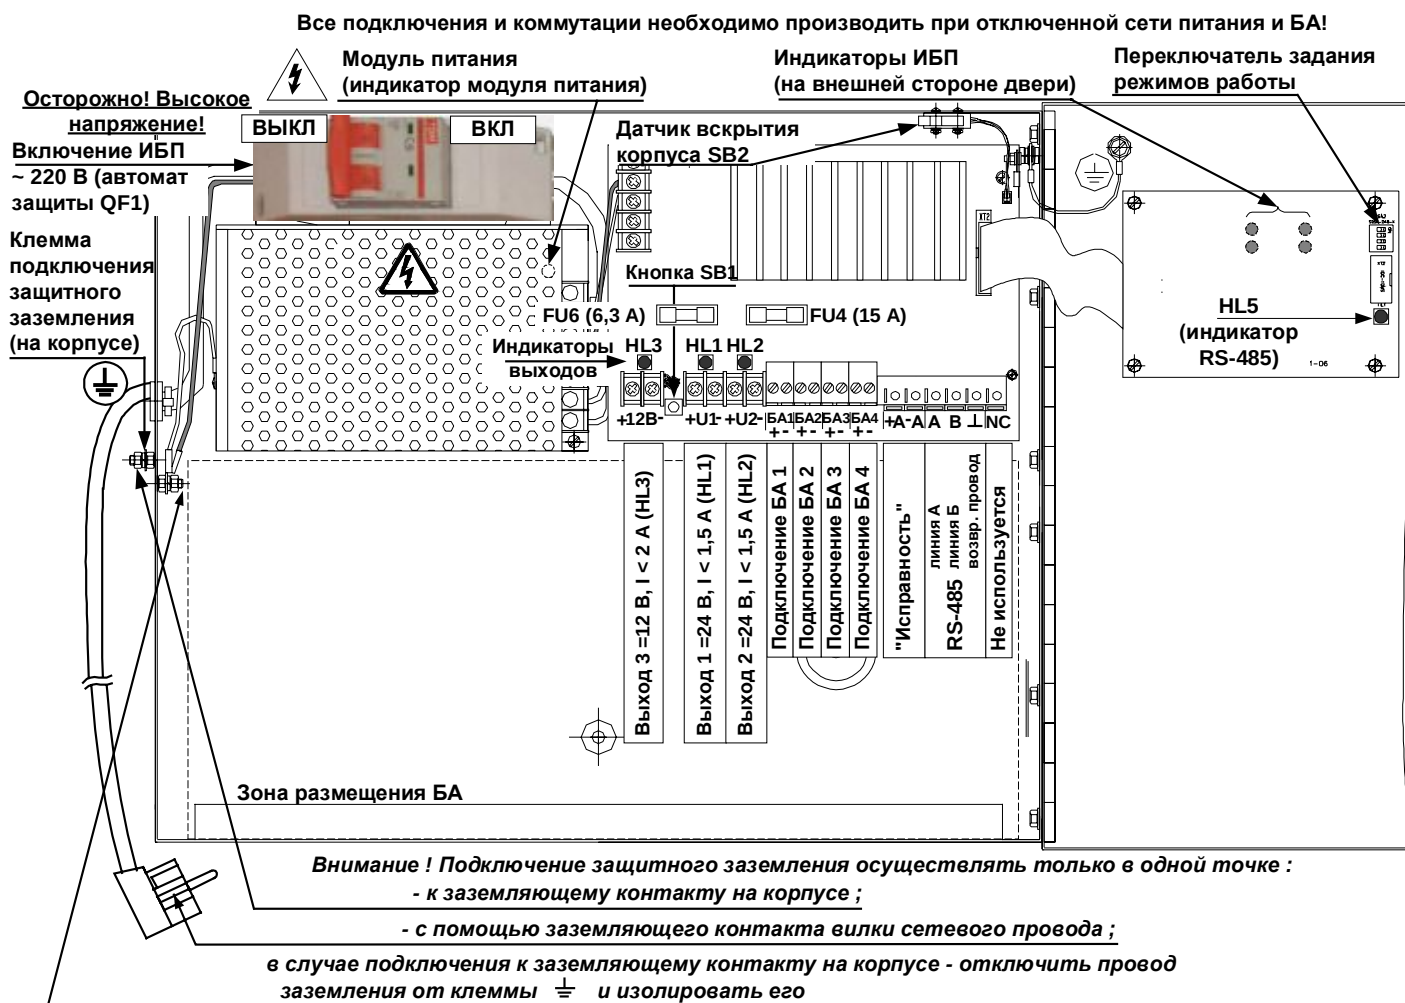

Рис. 2 Внешний вид ИБП-1224 исп. 1 с открытой дверью (подключение)
Внешний вид ИБП-1224 исп. 1 с открытой дверью представлен на Рис. 2, а ИБП-1224 исп. 2 на Рис. 3. Корпус блока имеет вентиляционные отверстия для отвода тепла. Включение ИБП осуществляется тумблером автомата защиты «Сеть 220 В». На боковых поверхностях корпуса имеются отверстия, через одно из которых пропускается кабель подключения сети «220 В», а через другие – провода линий выходного напряжения и контроля за состоя-
нием БА. Провода подключаются к клеммам присоединительной колодки в соответствии со схемой подключения (Рис. 2 для исп. 1 или Рис. 3 для исп. 2).
Слева на боковой поверхности корпуса расположен винт для подключения защитного заземления (см. Рис. 2 для исп. 1 или Рис. 3 для исп. 2).
6.4.4 Подключение соединительных линий и БА к клеммам ИБП производится в соответствии с Рис. 2 (исп. 1), Рис. 3 (исп. 2), Рис. 4, Рис. 5. Перед подключением тумблер «Сеть 220 В» выключить.
6.4.6 Корпус ИБП должен быть обязательно заземлен! Подключение заземления ИБП производится медным проводом сечением не менее 1,5 мм² к винту на правой стороне корпуса или с помощью сетевой вилки с заземляющим контактом, вывод от которого присоединен к клемме заземления Рис. 2 (исп.1) или Рис. 3 (исп. 2).